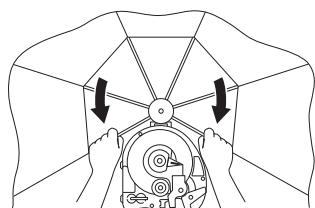

Fig. 49
- Ouvrir complètement la protection en déployant les bras comme indiqué ci-dessous, jusqu'au déclic. (Fig. 49)